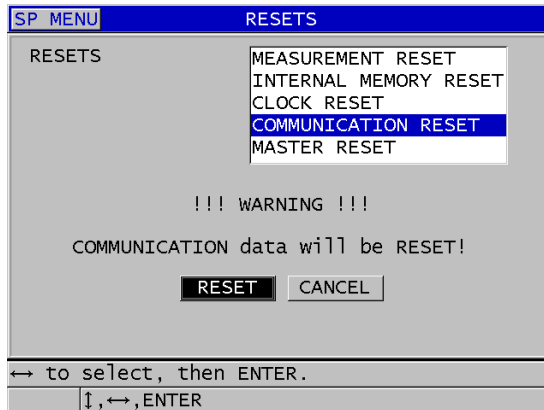

図 14-13 通信リセットの選択
3. リセット画面で、以下の操作を行います (283 ページの図 14-13 参照)。